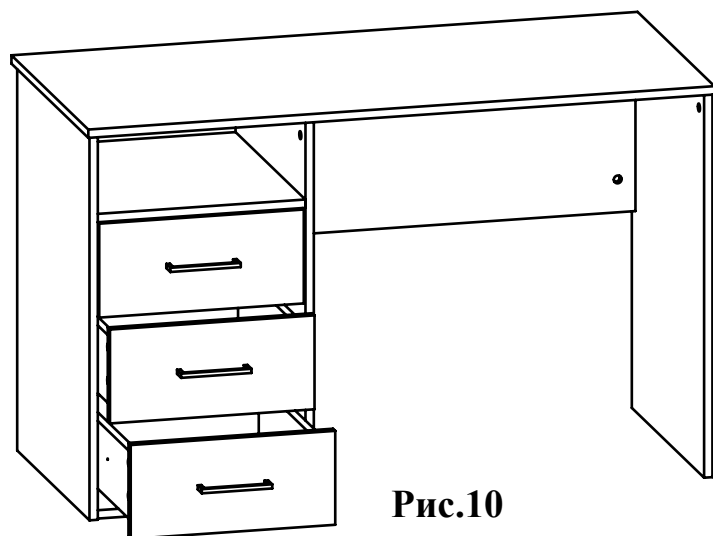

Рис.10
- Установите ящики в корпус стола (Рис. 10).